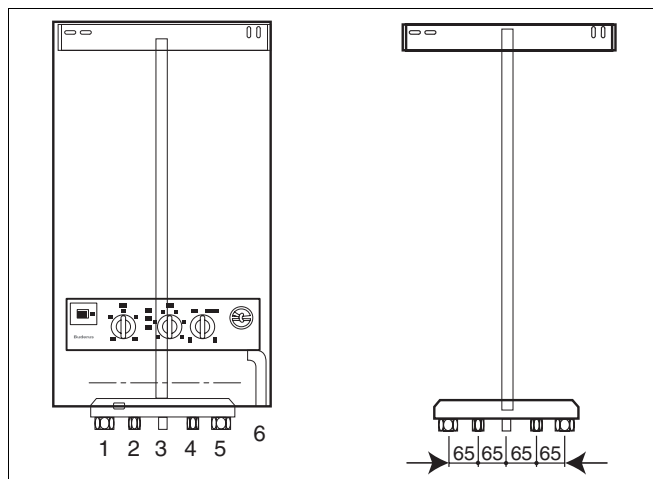

Рис. 16 Монтаж
- Повесить проточный водонагреватель на настенный держатель (рис. 16).
Легенда к рис. 16